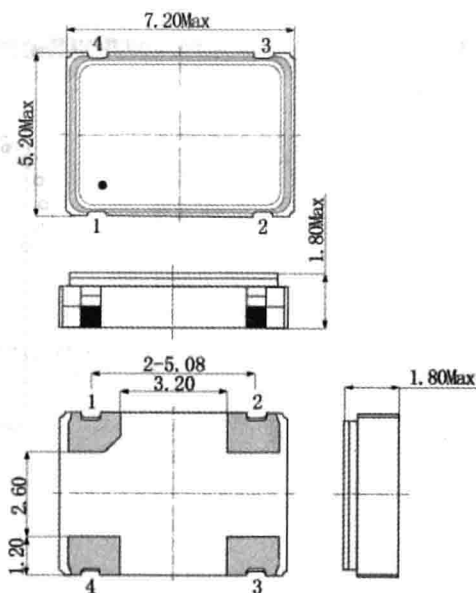
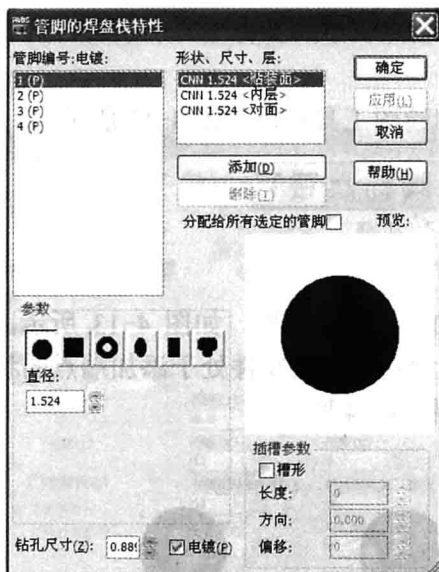
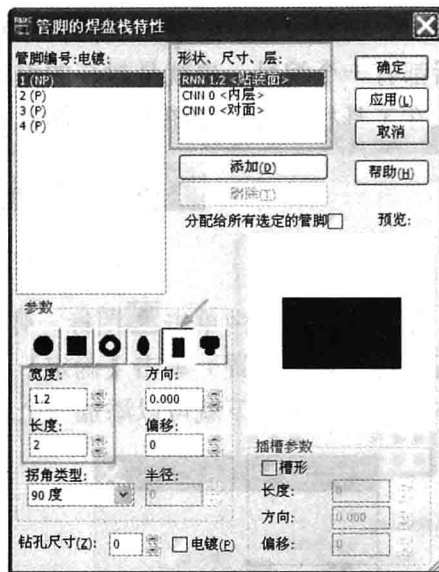
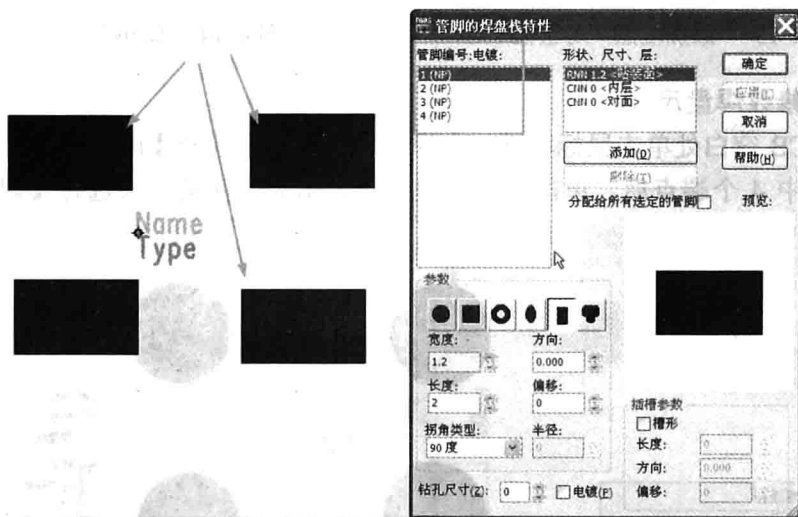

图 4-11 晶振尺寸
图 4-17 “管脚的焊盘栈特性”对话框
图 4-18 设置 1 号端点的焊盘尺寸
图 4-19 完成焊盘尺寸修改
在建立封装时，有一些特殊元件封装是没有办法利用封装向导工具来完成的。这时就需要用户掌握手工创建封装的方法。本例以建立一个晶振的封装来讲解手工创建封装的具体操作步骤。晶振尺寸如图 4-11 所示。
(2) 进入“管脚的焊盘栈特性”对话框, 如图 4-17 所示。从图 4-11 中可以估算出焊盘的尺寸为 1.2mm×2mm。在对话框中, 设置 1 号端点的焊盘尺寸, 如图 4-18 所示。
由于 2~4 号端点的焊盘尺寸和 1 号端点一致。在图 4-18 所示对话框中，勾选“分配给所有选定的管脚”选项后，再单击【应用】按钮。这时，2~4 号端点的焊盘尺寸也修改完毕，如图 4-19 所示。